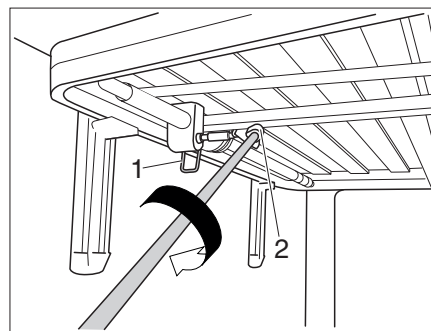

Fig. 145 Regolazione in altezza
- Sbloccare la leva di sicurezza (Fig. 145,1). Ora si può spostare il letto.
- Inserire la manovella nella sede magnetica a sezione quadrata (Fig. 145,2). Ora si può modificare l'altezza del letto.
- Estrarre la manovella dalla sede a sezione quadrata (Fig. 145,2) e conservarla nel supporto.